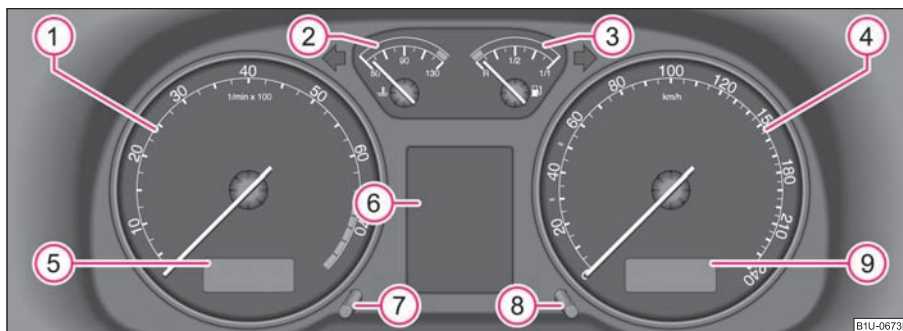

Fig. 18 Tabloul de instrumente
Începutul zonei roșii a tuometrului ① ⇒ fig. 18 reprezintă pentru toate treptele de viteză turația maximă admisă a motorului în regim normal de funcționare. Înainte de atingerea acestei zone, comutați pe următoarea treaptă superioară de viteză.
Indicatorul temperaturii lichidului de răcire ② ⇒ pagina 16, fig. 18 funcționează numai când contactul motor este pus.
Indicatorul rezervei de carburant ③ ⇒ pagina 16, fig. 18 funcționează numai când contactul motor este pus.
Resetarea indicatorului intervalelor de service se poate realiza de la butonul de resetare ⑧ astfel ⇒ pagina 16, fig. 18:
Pentru reglarea orei se găsește în partea stângă, lângă vitezometru, un buton de reglare ⑦ ⇒ pagina 16, fig. 18.